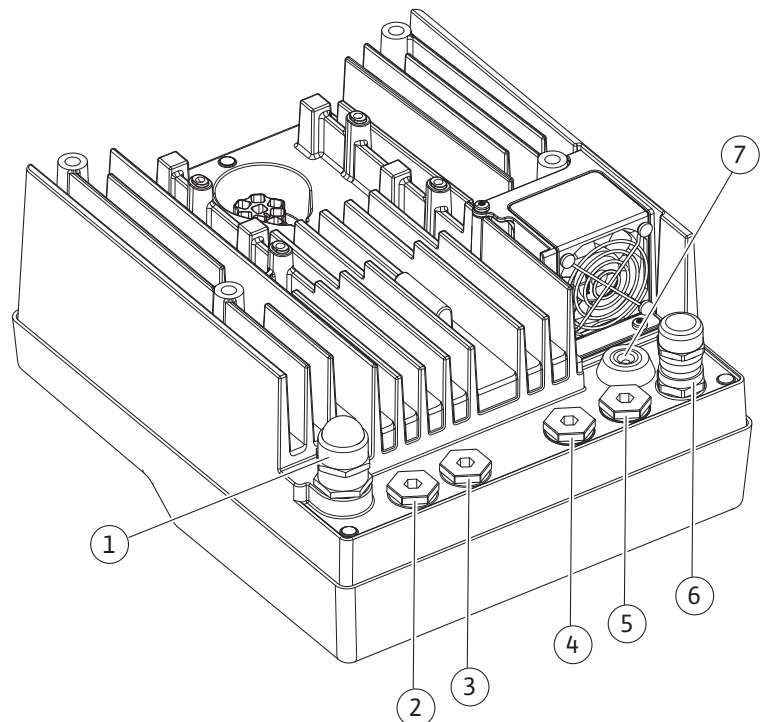

Fig. 10: Kábelcsavarzatok/Kábelcsatlakozások
- CIF-modul az épületautomatizáláshoz (buszkommunikáció): Az árnyékolást az elektronikamodulon lévő kábelátvezetéshez kell csatlakoztatni (Fig. 10).
4. A csatlakozókábelt (Fig. 10, 1. poz.) az M25 kábelcsavarzaton kell átvezetni. A kábelcsavarzaton az előírt forgatónyomatékkal húzza meg.